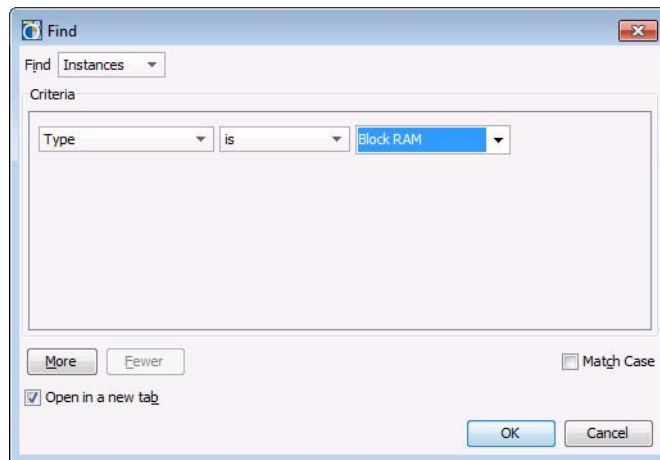

図 40 : [Find] ダイアログ ボックス
2. [Primitive] フィールドを [Block RAM] に変更します (図 40)。